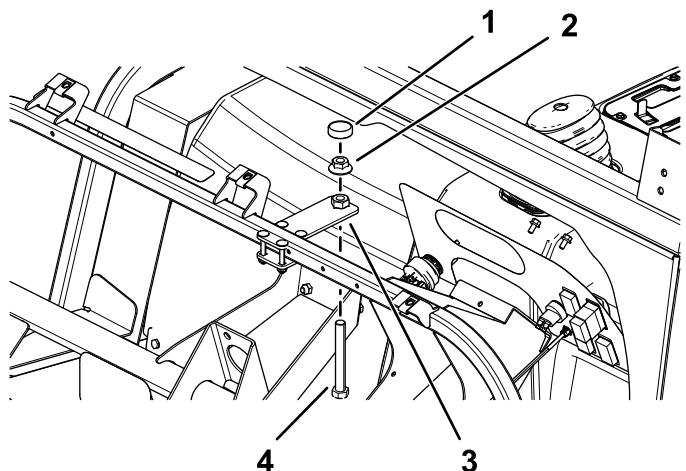

Figura 37
- Instale el perno prisionero ($\frac{1}{2}$ " x 4"), la tuerca con arandela prensada ($\frac{1}{2}$ ") y la placa de tope en la chapa de ajuste (Figura 37).